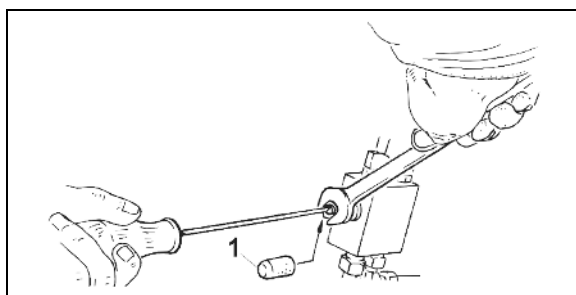

Рис. 49
1. Снимите защитный колпачок (Рис. 49/1)
4. После завершения регулировки зафиксируйте положение клапана с помощью контргайки и установите защитную крышку (Рис. 49/1).